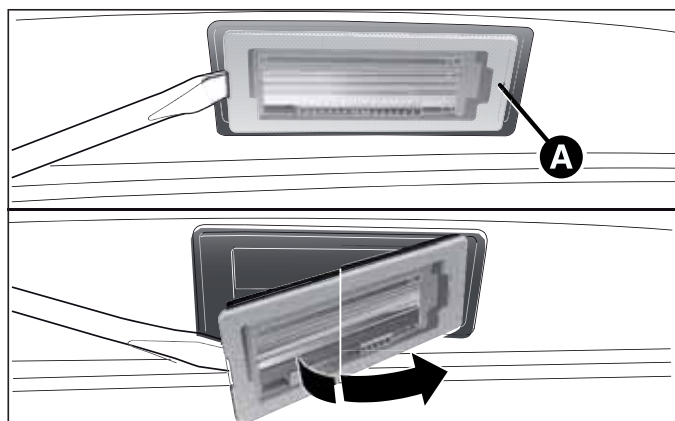

fig. 135
- ❑ rimuovere il trasparente A fig. 135;
- ❑ rimontare quindi il trasparente A fig. 135.